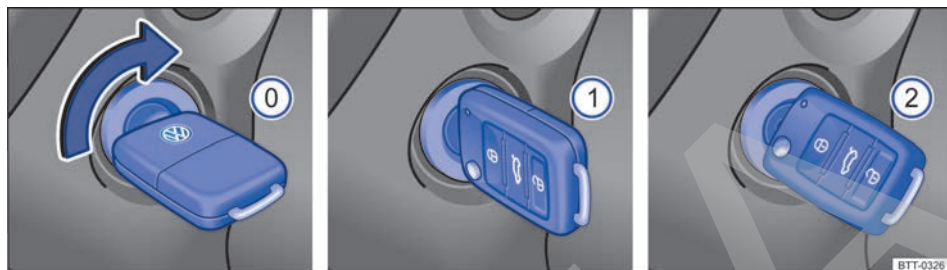

Fig. 95 Al lado del volante de la dirección, a la derecha: posiciones de la llave del vehículo en la cerradura de encendido.
Posiciones de la llave del vehículo → fig. 95
5.	Girar la llave del vehículo en la cerradura de encendido a la posición → fig. 95 Ⓞ .